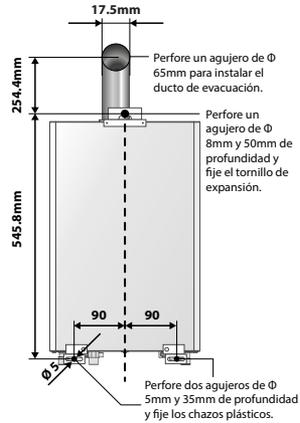

Figura 6.
- Abra los agujeros para la fijación de acuerdo a las medidas de la **(Figura 6)**.